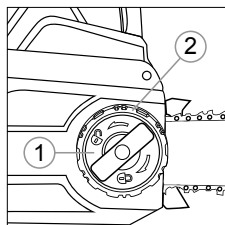

Рис. 7
1. Поверните прижимную ручку 1 (рис. 7) против часовой стрелки, ослабляя соединение.
2. Для натяжения цепи поверните кольцо 2 (рис. 7) по часовой стрелке. Чтобы уменьшить натяжение цепи, поверните кольцо 2 (рис. 7) против часовой стрелки.
3. После регулировки цепи закрутите прижимную ручку 1 (рис. 7) по часовой стрелке. Убедитесь в надежности соединения.